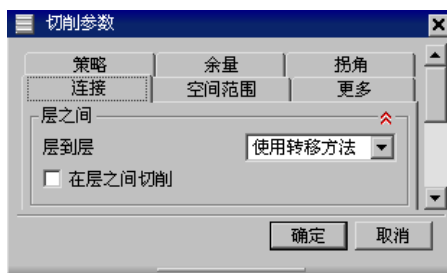

图 13.13 “连接”选项卡
Step3. 单击“切削参数”对话框中的连接选项卡, 参数设置值如图 13.13 所示, 单击确定按钮, 系统返回到“深度加工轮廓”对话框。